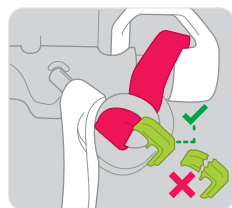

Figura 7
- Verifique se pino de liberação apresenta sinais de dano, distorção, corrosão ou rachadura. Verifique se o pino está devidamente encaixado. Verifique se a corda de liberação vermelha está posicionada embaixo do pino de liberação e se a fita da linha de carga está ao redor do pino de liberação (consulte a Figura 7).
- Verifique se o clipe do pino de liberação verde está no lugar certo e sem danos — verifique se apresenta sinais de danos, distorção ou rachadura (consulte a Figura 7).